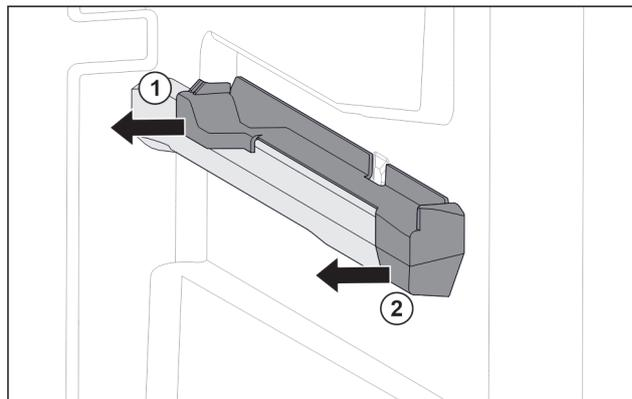

Fig. 56 Élément emboîtable sur la nervure de récipient droite
- ▶ Le retirer sur le côté par l'arrière. Fig. 56 (1)
- ▶ Le retirer sur le côté par l'avant. Fig. 56 (2)